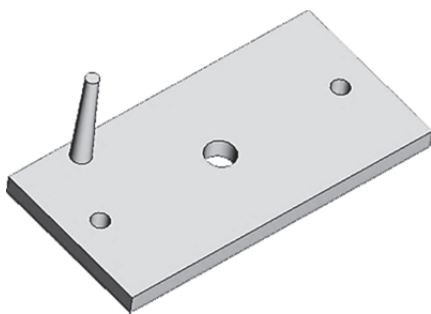

Рисунок 7.5
5. Выберите команду «Выталкивание» и в окне свойств команды введите параметры: длина — **15,0 мм**, уклон — **2,0 мм**. Завершите ввод и закончите операцию (рис. 7.5).